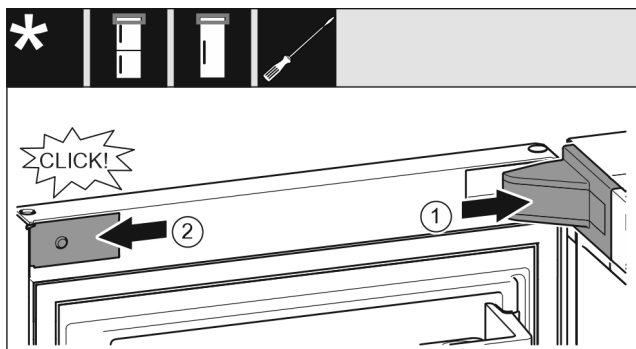

Fig. 20
- ▶ Helyezze fel és pattintsa be a csapágybak fedelét, szükség esetén óvatosan nyomja szét. *Fig. 20 (1)*
- ▶ Helyezze fel oldalra a lemezt, és pattintsa be. *Fig. 20 (2)*